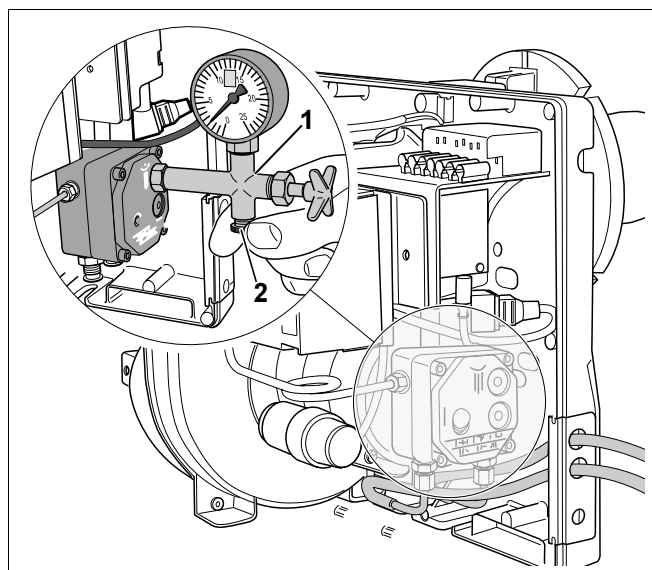

Рис. 9 Удаление воздуха из топливопровода
- Установить манометр для измерения давления топлива (рис. 9, поз. 1) на топливный насос.
- Удалить воздух из системы через манометр для измерения давления топлива (рис. 9, поз. 1).
- Закрывать отверстие для выпуска воздуха (рис. 9, поз. 2) только, когда из манометра (рис. 9, поз. 1) не выходит воздух.